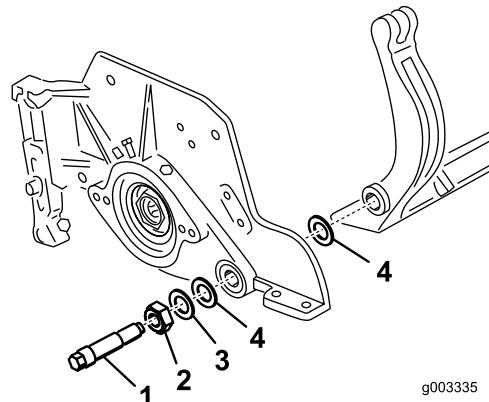
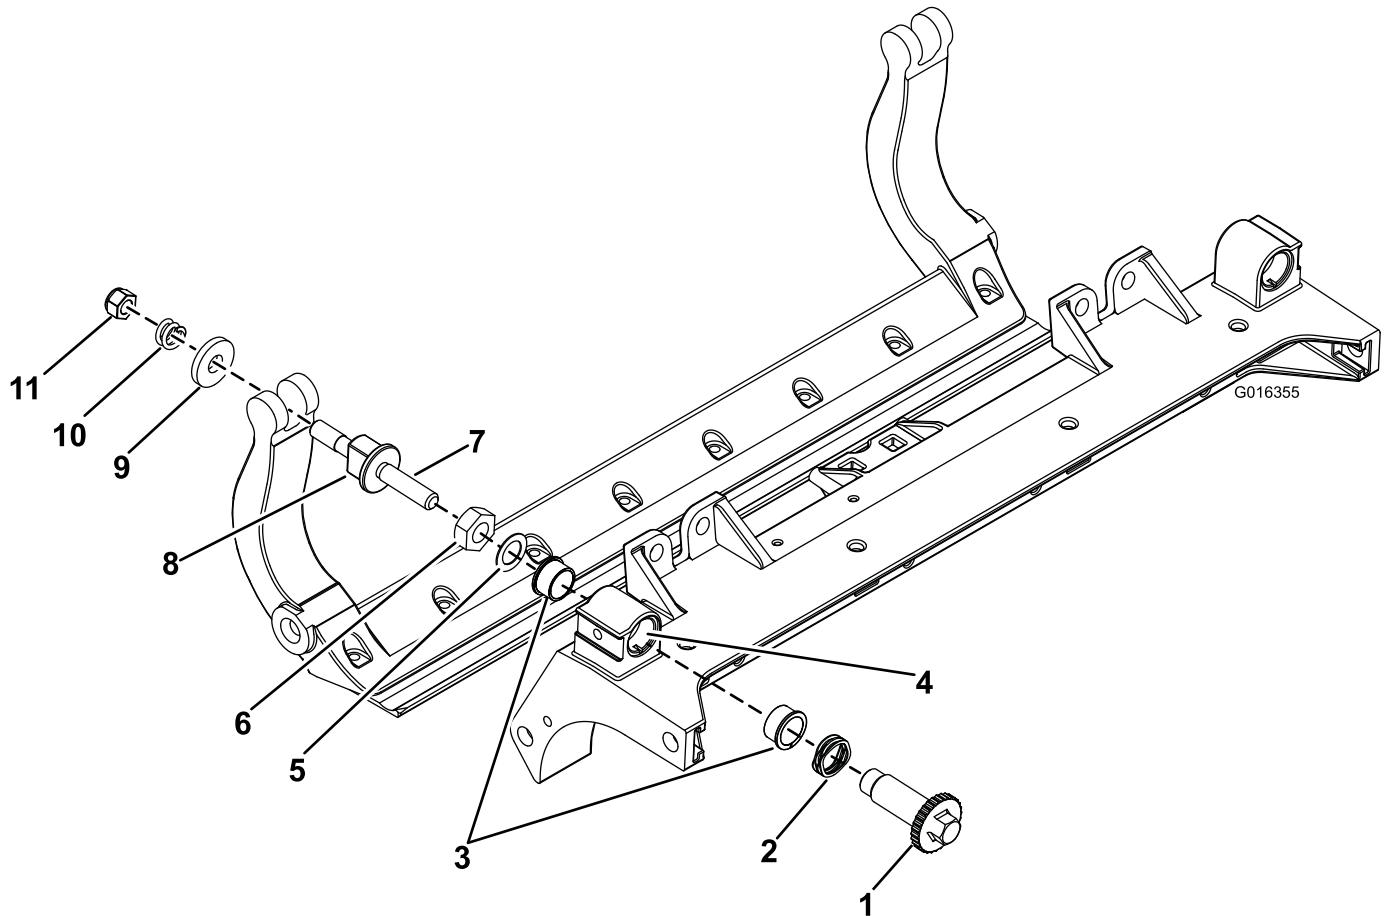

Figure 30
Figure 32
la rondelle en acier estampé situées de chaque côté de la barre d'appui (Figure 30).
2. Fixez la barre d'appui sur chaque plaque latérale au moyen des boulons (munis d'écrous) et des 6 rondelles. Une rondelle en nylon doit être placée de chaque côté du bossage de la plaque latérale. Placez une rondelle en acier à l'extérieur des rondelles en nylon extérieures (Figure 30). Serrez les boulons de la barre d'appui à un couple de 27 à 36 N·m.
en acier à l'extérieur de chaque rondelle en nylon (Figure 32). Serrez les boulons de la barre d'appui à un couple de 37 à 45 N·m. Serrez les contre-écrous jusqu'à ce que les rondelles d'acier extérieures cessent de tourner et que le jeu axial soit supprimé, mais ne serrez pas excessivement et ne faites pas fléchir les plaques latérales. Les rondelles peuvent présenter un espace à l'intérieur (Figure 30).
1. Déposez toutes les pièces (voir les *Instructions d'installation* du Kit DPA renforcé, modèle n° 120-7230 et Figure 32).
2. Appliquez du produit antigrippage « Never Seize » à l'intérieur du logement des bagues sur le cadre central du plateau de coupe (Figure 32).
3. Alignez les clavettes des bagues à embases sur les fentes de leur logement sur le cadre, et mettez les bagues en place (Figure 32).
4. Posez une rondelle ondulée sur l'axe de réglage et insérez l'axe dans les bagues à embase sur le cadre du plateau de coupe (Figure 32).
5. Fixez l'axe de réglage avec une rondelle plate et un contre-écrou (Figure 32). Serrez le contre-écrou à un couple de 20 à 27 N·m.